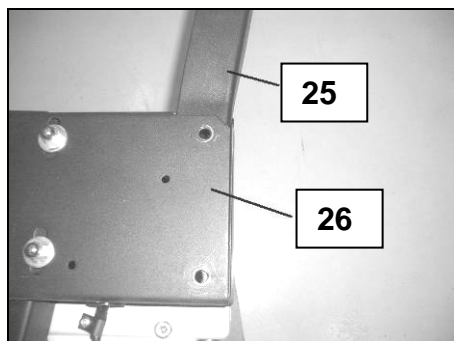

Fig 11
- Placez chacun des 4 pieds (25) à l'intérieur du carénage du moteur (26) (Fig 11).